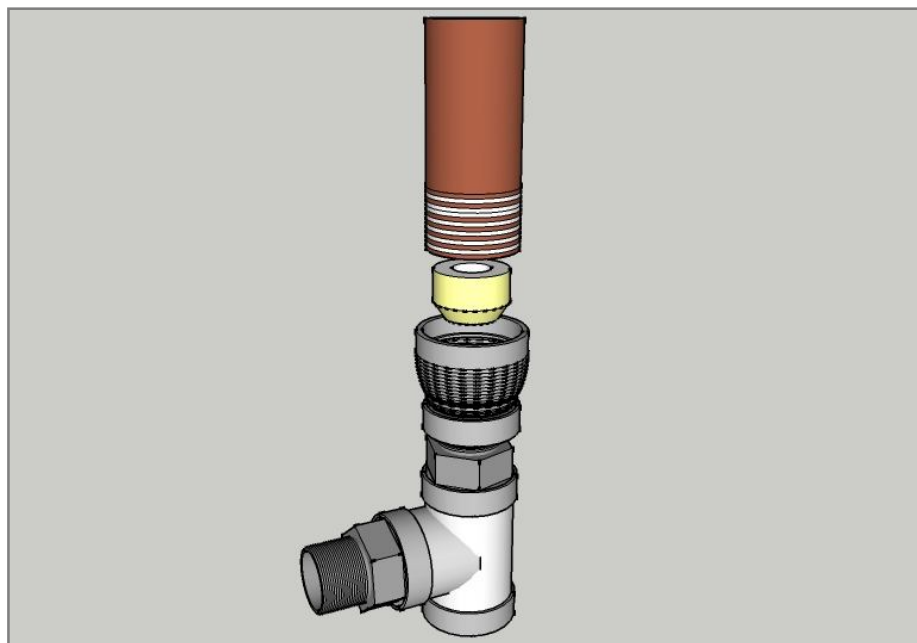

Figura 1
1.- El sello largo de 16 mm se colocará en la parte inferior de la cañería de acero inoxidable de $\frac{3}{4}$, y la parte ancha de la reducción de $\frac{1}{2}$ a $\frac{3}{4}$ con la parte cónica hacia abajo como indica la figura 1.